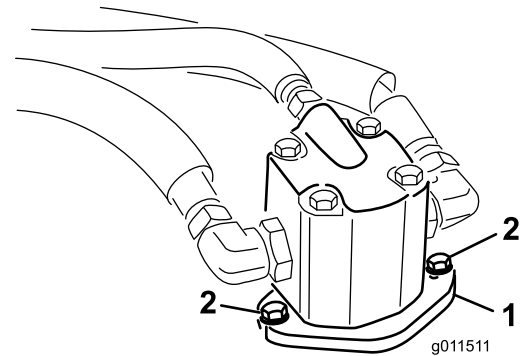

Figure 100
- Enlevez les boulons qui fixent le moteur hydraulique au plateau de coupe (Figure 100).